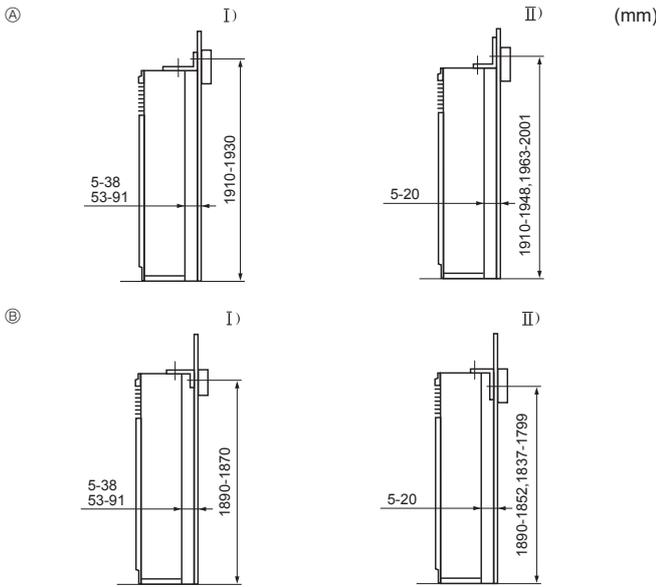

Fig. 3-3
- ① Devrilmeyi önleyen braket
Devrilmeyi engelleyen köşebent ①, ünitenin üst yüzeyine takılır. Kılavuz vidaları ② çıkartın ve şekilde gösterildiği gibi köşebendi yeniden takın. Doğru takma mesafeleri için, Fig. 3-3'e bakınız.
- Ⓔ Vidayı ② çıkartın ve ızgarayı çıkartmak için ileriye doğru çekin.
3.3. Devrilmeyi engelleyen köşebendin montajı (Fig. 3-3)